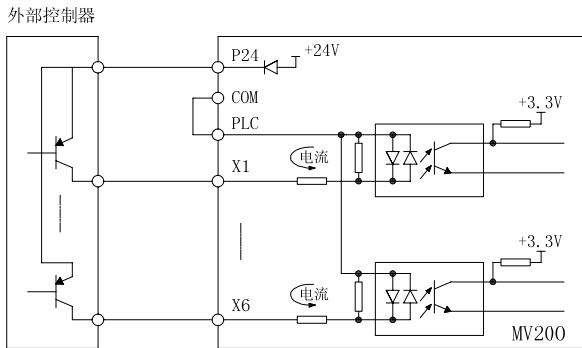

图3-14 使用变频器内部+24V 电源的漏极连接方式
2) 使用变频器内部+24V 电源，外部控制器为PNP 型的共发射极输出（注意：必须先去除用户端子上PLC 与P24 之间的短路片，后将该短路片紧固短接在PLC 与COM 之间），连接方式如图 3-14 所示。